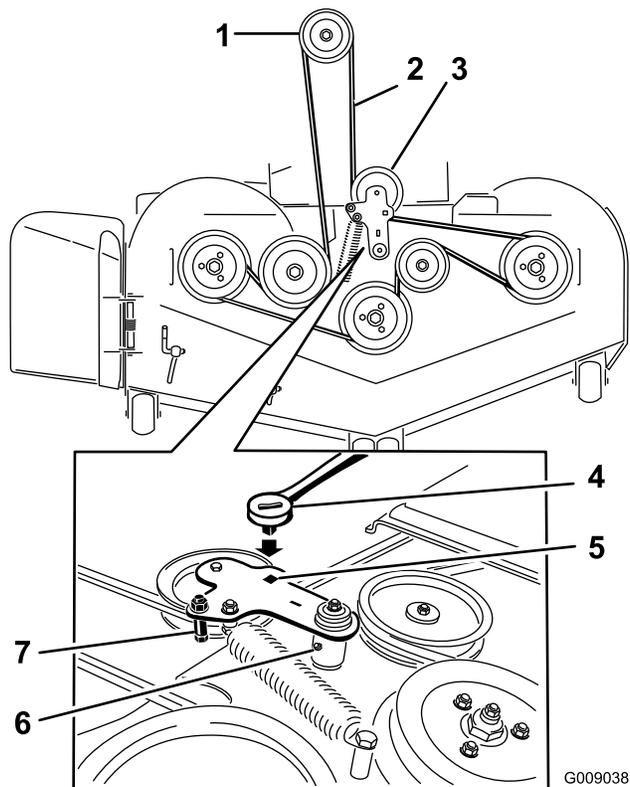

Figure 61
7. Insérez un rochet dans le trou carré du bras de tension pour détendre le ressort de la poulie de tension (Figure 61).
9. Enlevez le guide de courroie situé sur le bras de tension rappelé par ressort ; voir Figure 61.
11. Acheminez la courroie neuve autour des poulies du plateau de coupe et de la poulie d'embrayage, sous le moteur (Figure 61).
12. Montez le guide de courroie sur le bras de tension ; voir Figure 61.
13. Insérez le rochet dans le trou carré et montez le ressort de la poulie de tension (Figure 61).